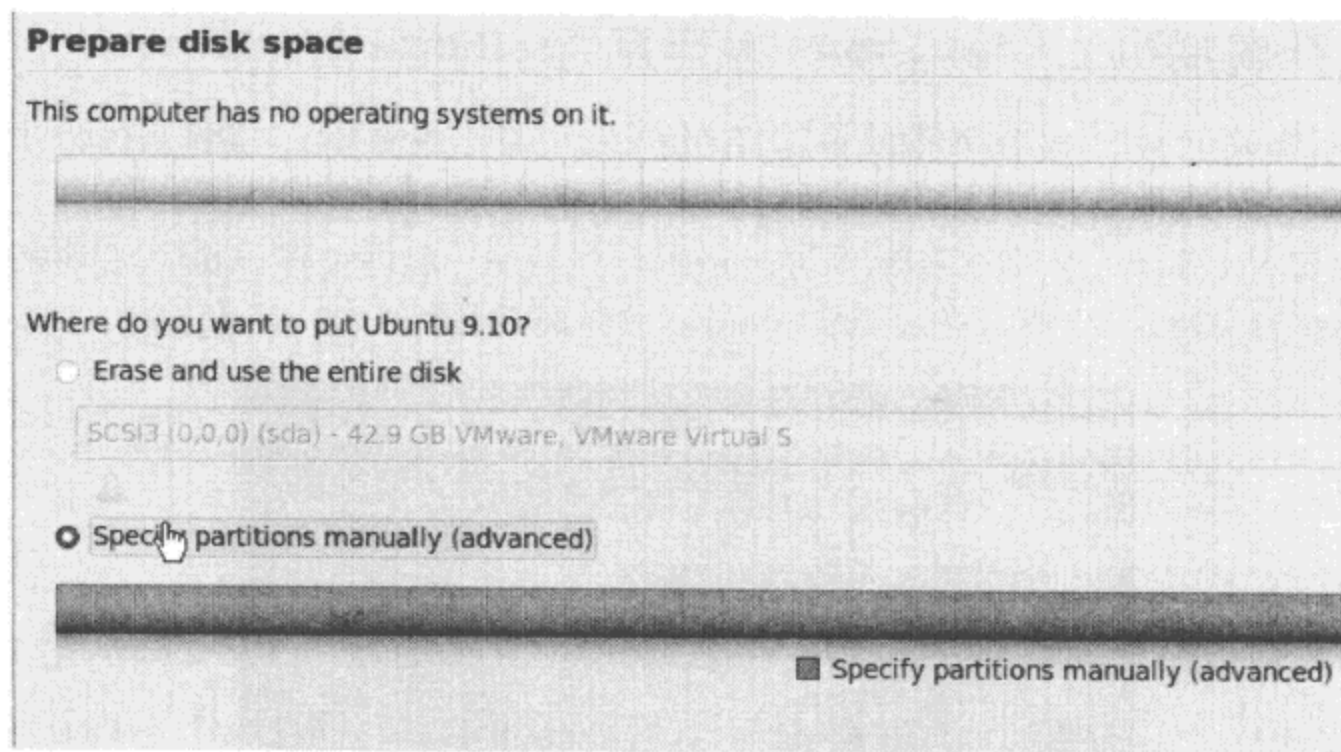

图 4-22 指定手动对硬盘进行分区
(3) 安装过程中,当出现图 4-22 时,需要选择 specify partitions manually(advanced)选项,以便手动对两个硬盘进行分区。